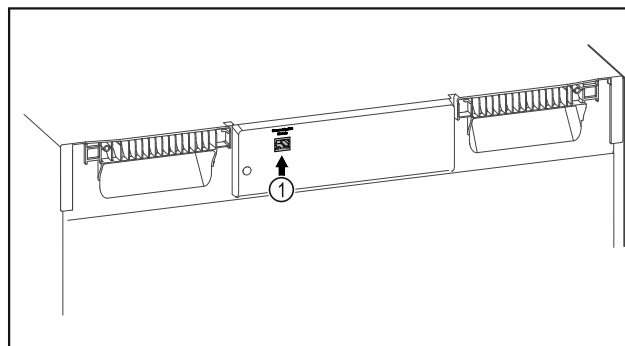

Fig. 111
- El SmartModule Fig. 111 (1) está colocado.